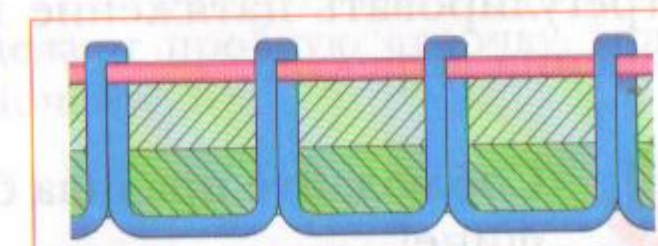

Рис. 89 Петляние сверху
*Петляние сверху* — нижняя нитка образует на поверхности ткани петли, а верхняя нитка туго натянута (рис. 89).